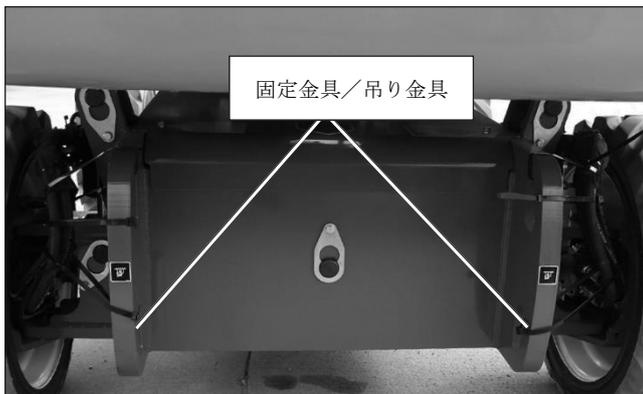

図 9.2 - 前部の固定金具/吊り金具
5. チェーンまたはケーブルを、シャーシと前車軸の間、およびシャーシの穴を通してくり付け、シャーシ前部の固定金具（図 9.2 を参照）にウィンチを取り付けます。
2. 前側の吊り金具（図9.2を参照）および後ろ側の吊り金具（図9.4を参照）を点検し、亀裂等がなく、良好な状態にあることを確認します。何らかの損傷がある場合は、有資格サービス技術者による修理が済むまで、本機をホイストで吊り上げないでください。